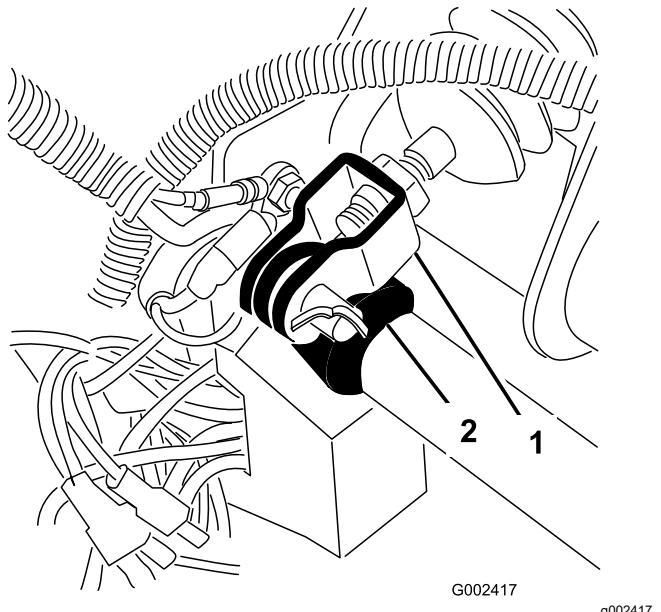

Figure 60
1. Retirez la goupille fendue et l'axe de chape qui fixent la chape du maître-cylindre au pivot de la pédale de frein (Figure 60).